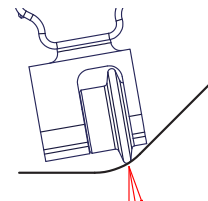

図10: 安定し接触角の制御
- 形状の切り替わり部では、ロールを一定の接触圧で押し当てるようにしてください。（図10）
④ 加工条件